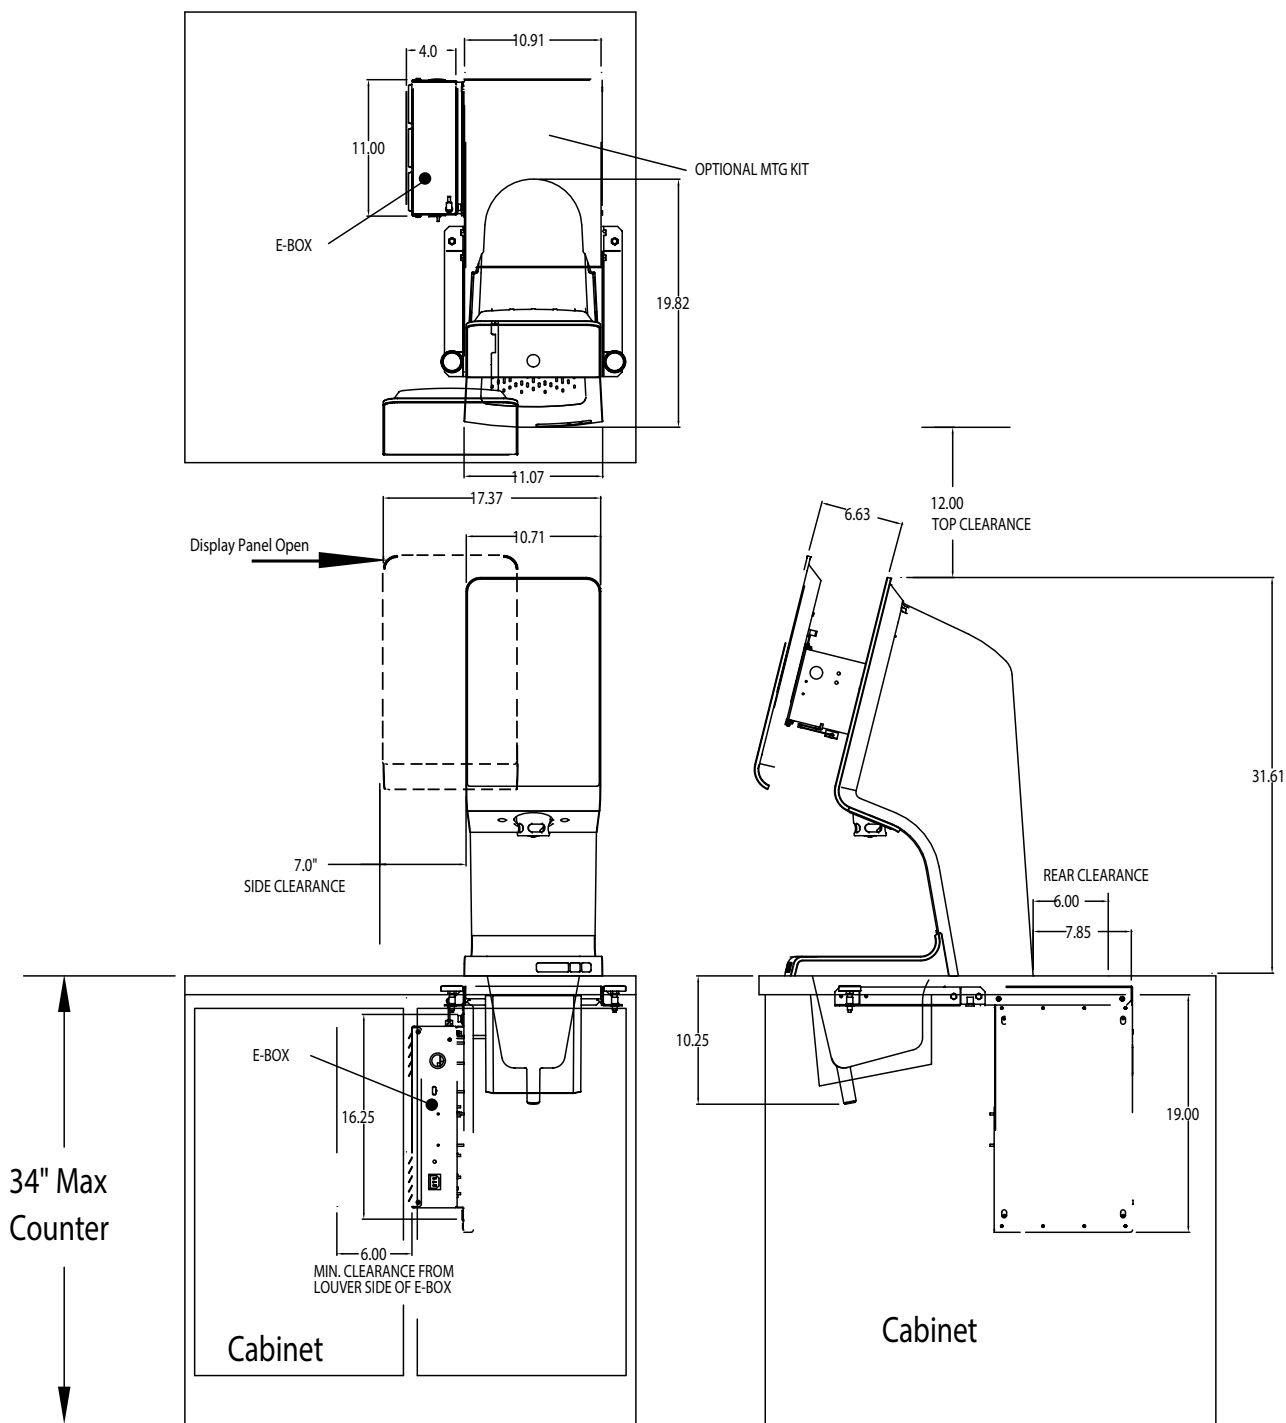

Figure 1 - Dimensions Physiques de Spire 2.0
- Dimensions physiques de l'unité (Voir Figure 1 de la page 8).
17. Placer un joint de silicone autour du plateau d'égouttement et de la base du couvercle arrière pour fixer et sceller à la table. Fixer l'isolant du bac d'égouttement au moyen des (2) vis sous le comptoir.
19. localiser un mur ou une surface appropriée pour fixer le support de montage de l'alimentation (Se servir de vis à bois pour monter si le meuble est en bois). Voir « Figure 1 » de la page 8 pour les dégagements ou espaces.